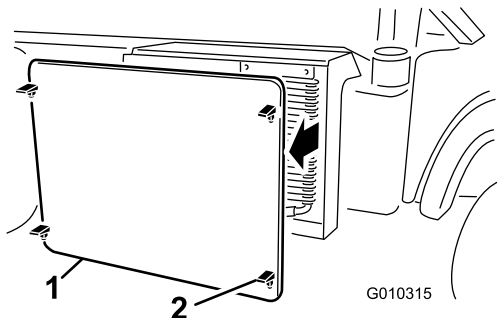

Figura 59
2. Abra los enganches y retire la rejilla del radiador de la parte delantera del radiador (Figura 59).